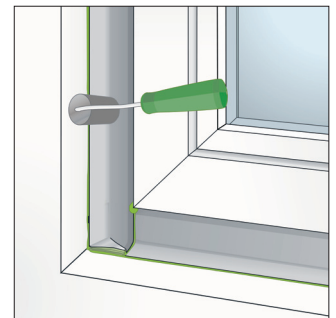

Bild 18: Überlappungen und Kederstöße mit SP025 oder OT015 im Eckbereich verkleben
- Die Ecken werden überlappt. Die Folien auf die bereits befestigten Folien auslaufen lassen und lückenlos zwischen Fenster und Baukörper verkleben (Bild 18). Im Eckbereich Überlappungen der Folie und Kederstöße mit SP025 Fenster-Folienkleber Öko oder OT015 EPDM-Folienkleber verkleben.